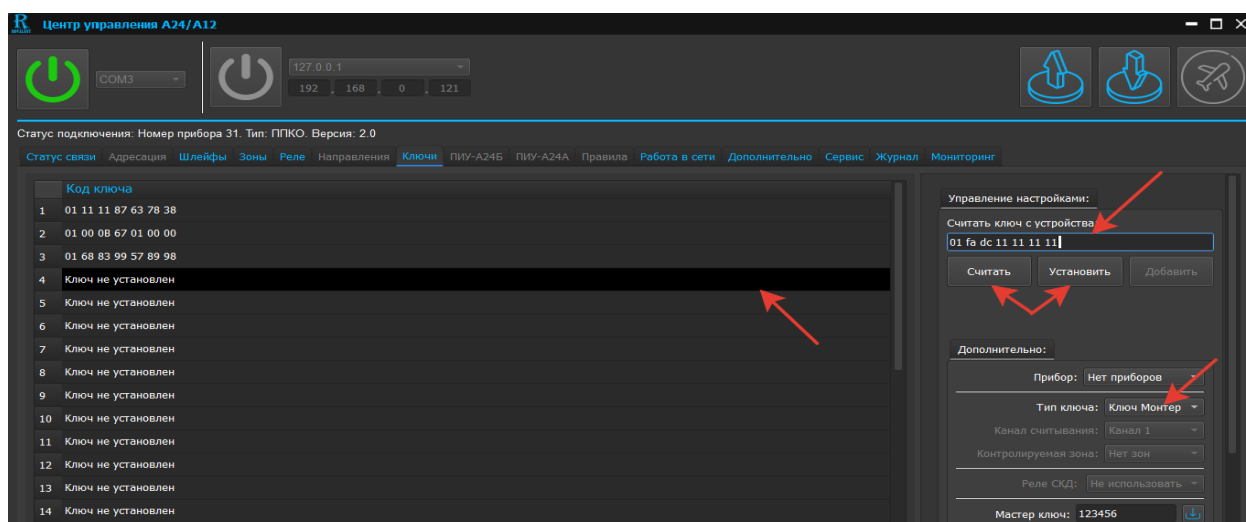

Рис. 59. Скриншот окна программирования ключей типа «Монтер»
4.5.4 Программирование ключей тип «Монтер» (см. рисунок 59)